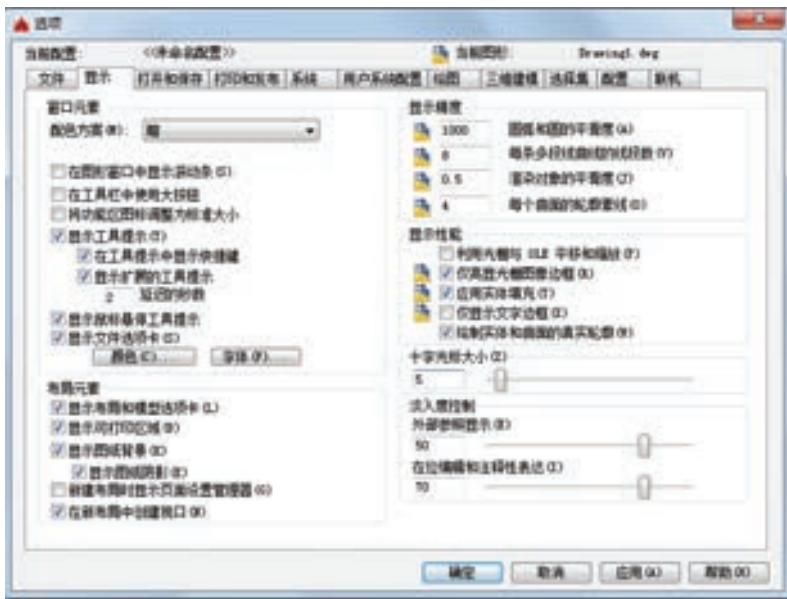
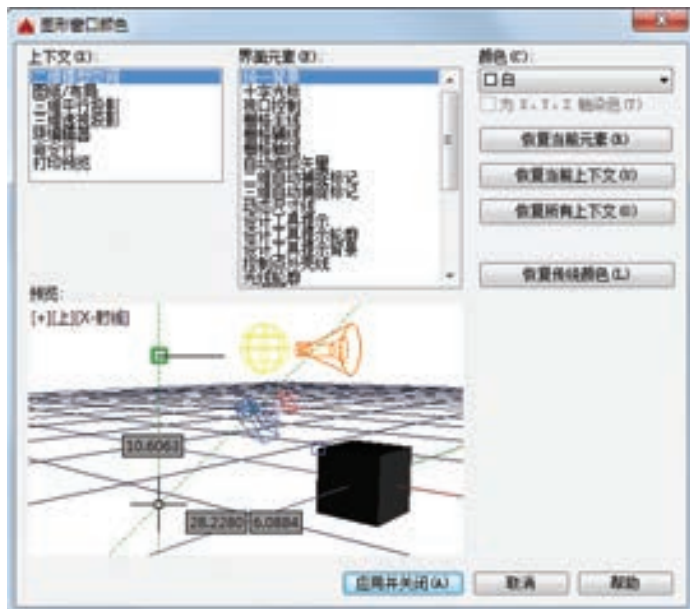

图 2-11 “选项”对话框中的“显示”选项卡
图 2-12 “图形窗口颜色”对话框
光标的长度系统预设为屏幕大小的 5%，用户可以根据绘图的实际需要更改其大小。改变光标大小的方法：在绘图区中右击鼠标，打开快捷菜单，如图 2-2 所示，选择“选项”命令，屏幕上将弹出关于系统配置的“选项”对话框。打开“显示”选项卡，在“十字光标大小”选项组中的文本框中直接输入数值，或者拖动文本框右侧的滑块，即可对十字光标的大小进行调整，如图 2-11 所示。
1) 在绘图区中右击鼠标, 打开快捷菜单, 如图 2-2 所示, 选择“选项”命令, 打开“选项”对话框, 选择如图 2-11 所示的“显示”选项卡, 单击“窗口元素”选项组中的“颜色”按钮, 将打开图 2-12 所示的“图形窗口颜色”对话框。